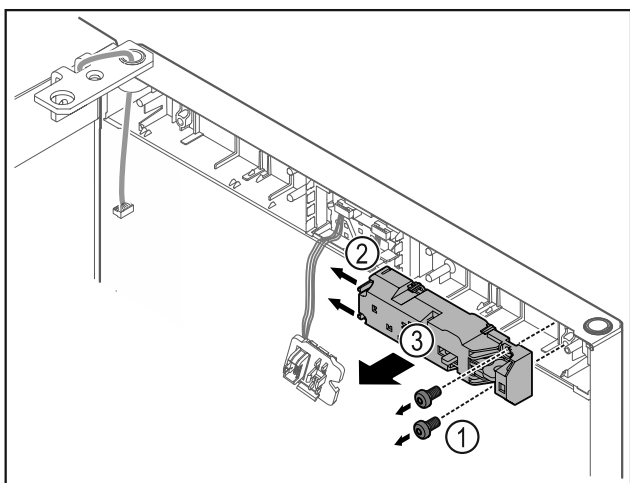

Fig. 23
- ▶ Wyciągnąć śruby Fig. 23 (1).
- ▶ Nacisnąć zaczepy Fig. 23 (2) do boku i zdjąć zdalną blokadę Fig. 23 (3).